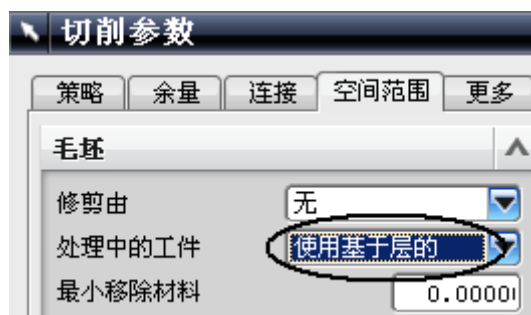

图 5-43
- 单击 ，验证刀轨，如图 5-43 所示，上一操作未加工区域已被加工。
- 单击  验证刀轨，其结果类似于图 5-43。
- 单击  验证刀轨，结果类似于图 5-43。